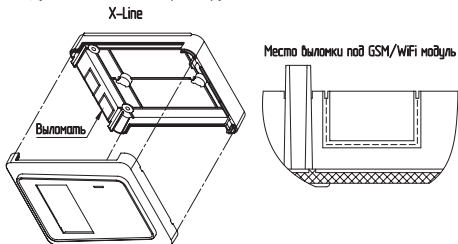

Рис.1 Подключение модуля GSM/WiFi к платам управления котлов X-Line
4. Выломать соответствующую заглушку (**см.Рис.1**) на нижней части контроллера;
5. Установить SIM-карту (**Рис.1, поз.4**) в модуль GSM/WiFi до упора, как показано на **Рис.1** и на наклейке модуля GSM/WiFi;
6. Подключить плату управления модуля GSM/WiFi (**Рис.1, поз.2**) к контроллеру X-Line при помощи кабеля (**Рис.1, поз.5**) к разъёму X3 контроллера как показано на **Рис.1**;
7. Подключить антенны (**Рис.1, поз.3**) в соответствующий разъём (**Рис.1, поз.7**);
8. Установить модуль GSM/WiFi (**Рис.1, поз.2**) на контроллер в соответствии с **Рис.1**, зафиксировав его крепежами (**Рис.1, поз.6**);